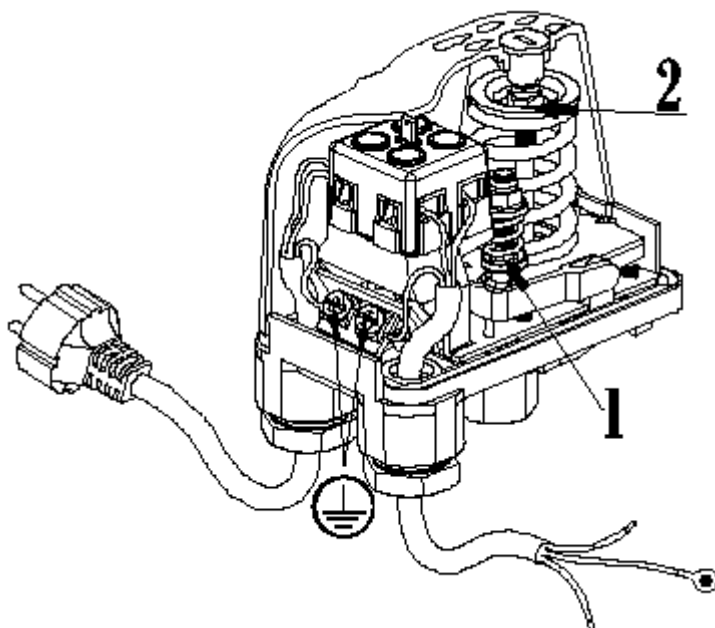

Fig.2 Pressostato di avviamento pompa
4.4.1 CARATTERISTICHE MODELLI PS e PM (FIG. 2)
- A. Allentare completamente il dado del differenziale "1" (Fig.2);